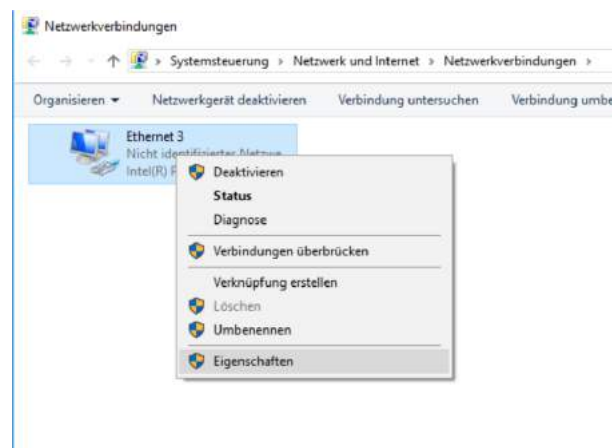

Abbildung 12: Ethernet-Verbindung
3. Es öffnet sich folgendes Fenster (vgl. Abb. 12). Wählen Sie mit der rechten Maustaste die Ethernet-Verbindung aus und klicken Sie auf „Eigenschaften“.